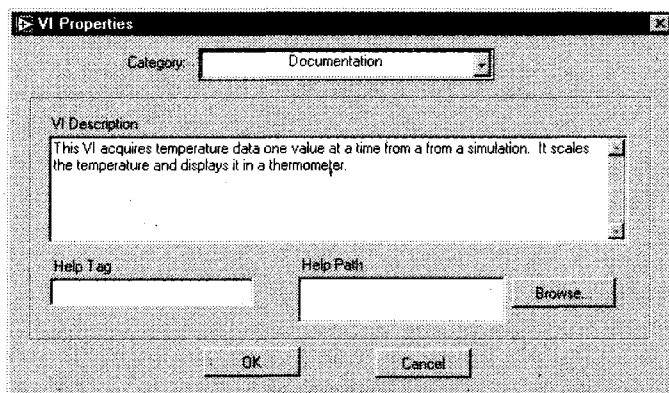

Рис. 5.25
6. ДОКУМЕНТИРУЙТЕ ваш прибор **Thermometer.vi**, выбрав из меню **Файл** опцию **Свойства ВП** ⇒ **Документирование** и впечатав описание его функции (рис. 5.25). Щелкните по **ОК**, чтобы вернуться к виртуальному прибору.